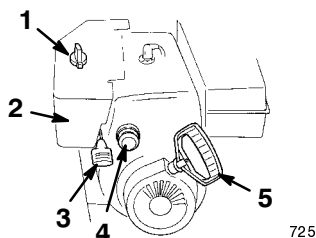

Figure 15
- **Starter** (Fig. 15)—Pour mettre en marche un moteur froid, tournez la commande de starter en position Maxi (Full). A mesure que le moteur se réchauffe, tournez progressivement le starter à la position *Off* (hors service).
- **Clé de contact** (Fig. 15)—Insérez la clé dans le commutateur d'allumage avant de mettre le moteur en marche. Pour couper le moteur, retirez la clé de contact.
- **Commande d'accélérateur** (Fig. 15)—Déplacez la manette vers le haut pour augmenter le régime du moteur, ou vers le bas pour le réduire.
- **Amorceur** (Fig. 15)—Appuyez sur l'amorceur pour envoyer une petite quantité d'essence dans le moteur afin de faciliter le démarrage par temps froid.
- **Lanceur** (Fig. 15)—Tirez la poignée pour faire démarrer le moteur.
2. Retirez la clé de contact du commutateur d'allumage (Fig. 15).
3. Enlevez le bouton de starter (Fig. 15).
1. Réglez la manette d'accélérateur sur *rapide* (Fig. 15).
4. Tournez le starter en position *On* (en service) (Fig. 15).
5. Insérez la clé de contact (Fig. 15).
6. Couvrez l'orifice central de l'amorceur (Fig. 15) avec le pouce et appuyez lentement sur l'amorceur à trois reprises, en marquant une pause à chaque fois.
7. Prenez la poignée du lanceur (Fig. 15) et tirez-la lentement jusqu'à ce que vous sentiez une résistance, puis tirez vigoureusement pour lancer le moteur.
9. Dès que le moteur a démarré, tournez le starter (Fig. 15) à la position 3/4. A mesure que le moteur se réchauffe, tournez le starter à la position 1/2. Quand le moteur est suffisamment chaud, tournez le starter à la position "*Off*" (hors service).